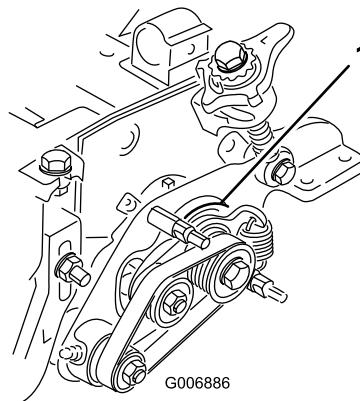

図 49
6. メインドライブのブッシュ図 49が駆動ハブの周囲を自由に回転できることを確認する。